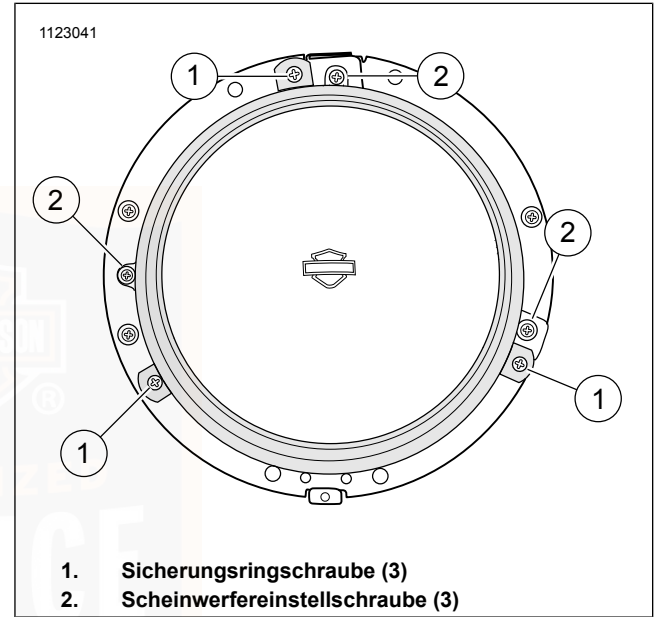

Abbildung 95. Scheinwerfer-Sicherungsring
3. Siehe Abbildung 95 >. Die Schrauben (1) entfernen, mit denen der Sicherungsring befestigt ist.
2. Siehe Abbildung 95 >. Scheinwerferbaugruppe mit Sicherungsring und Schrauben (1) befestigen. Festziehen.